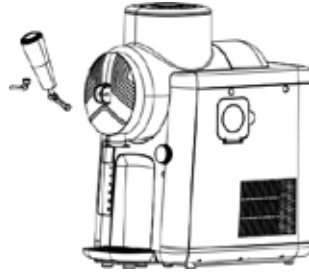

Afb. 2
9. Plaats de mixer op de vierkante aandrijfpunten zoals getoond op afb. 2 en schuif de mixer helemaal op de koelcilinder.